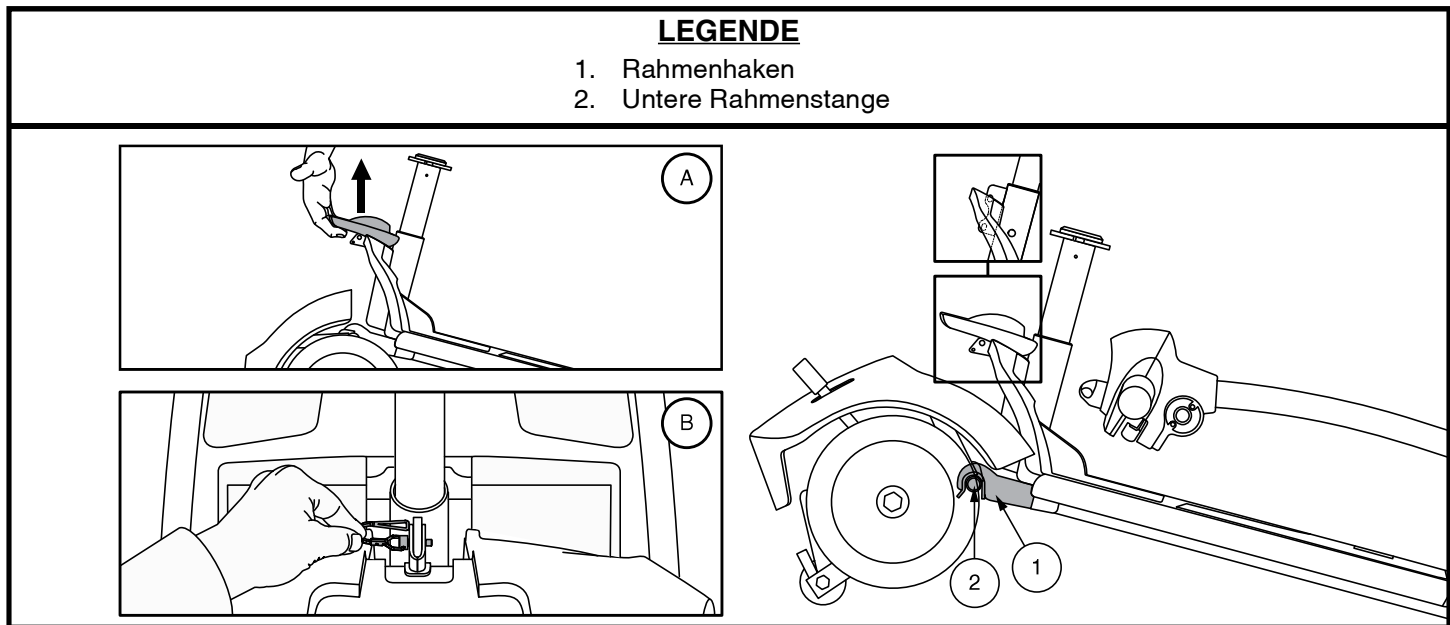

Abb. 36. Rahmenverriegelungshebel (Stil A) and Rahmenverschluss (Stil B)
4. Trennen Sie vorsichtig die beiden Teile. **Siehe Abb. 36.**
HINWEIS: Kippen Sie den hinteren Teil des Elektromobils vor dem Zusammenbau etwas nach hinten auf die Stützräder, wie in Abb. 36 gezeigt.
1. Benutzen Vorderteils den Rahmenverriegelungshebel (oder das Hinterteil an der Sitzstütze anheben für Modelle 29, 36, 336, 83 und 84) Sie zum Anheben und richten Sie die Rahmenhaken des Vorderteils an der unteren Rahmenstange des Heckteils aus. **Siehe Abb. 36.**
2. Wenn sich die Rahmenhaken über der unteren Rahmenstange befinden, senken Sie das Vorderteil ab und drehen gleichzeitig das Heckteil. Bei den Modellen AAP4, 39, 40, 44, 40LX, 40X, 44X, 40E, 402E, 44E, 442E, 44LX, 50LX, 50LXLIT, 54LX, 54LXLIT, 54ALX, 53, 53HD, 54, 54HD, 73, 74 und Jazzy ZTS greift dadurch automatisch die Rahmenverriegelung. Bei den Modellen 29, 36, 336, 83 und 84 müssen Sie zum Abschluss der Rahmenmontage außerdem den Rahmenverschlussstift wieder anbringen. **Siehe Abb. 36.**